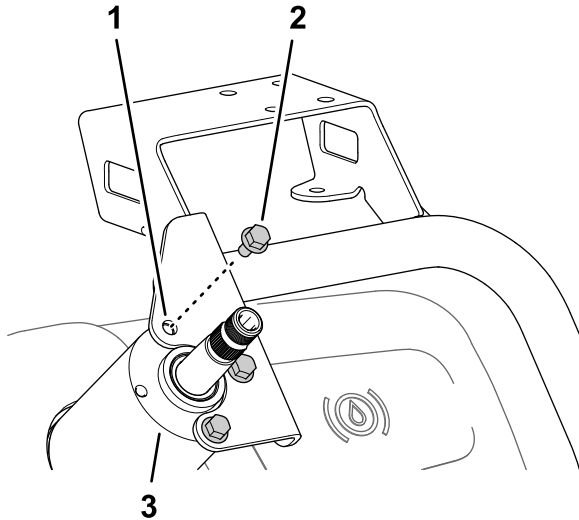

Bild 161
- Montieren Sie die Monitorbefestigung mit den drei Bundkopfschrauben (6 mm x 12 mm) am Gehäuse des Lenkventils (Bild 161).